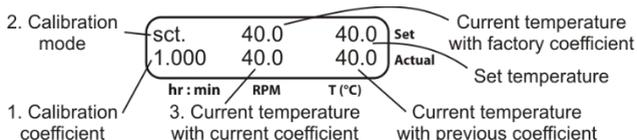

Figure 2. Affichage en mode étalonnage (en anglais)
- 6.2. Pour entrer le coefficient de calibrage, maintenez la touche **TIME-RUN/STOP** appuyée pendant plus de 8 s pour activer le mode de calibrage. Le coefficient de calibrage s'affichera sur l'écran (fig. 2).
- 6.3. **Restoring factory settings.** Entrez la valeur 1.000 en utilisant les touches **▲** et **▼** **T, °C** comme indiqué sur la fig. 2/1 pour restaurer les paramètres d'usine. Appuyez une fois sur la touche **RPM-RUN/STOP** pour enregistrer les modifications et quitter le mode d'étalonnage.
- 6.4.5. Maintenez la touche **TIME RUN/STOP** enfoncée pendant plus de 8 s pour activer le mode d'étalonnage. Les paramètres suivants s'affichent à l'écran (fig.2).